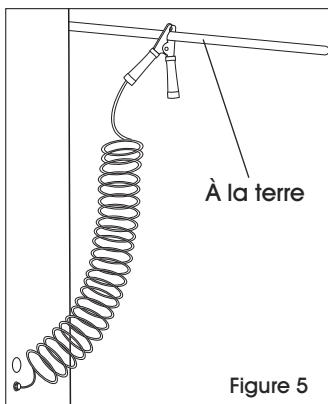

Figure 5
3. Fixez l'autre extrémité du câble à une barre omnibus ou une tige de mise à la terre. Mettez l'armoire à la terre. (Voir Figure 5) Référez-vous à NFPA 77 pour plus d'informations.